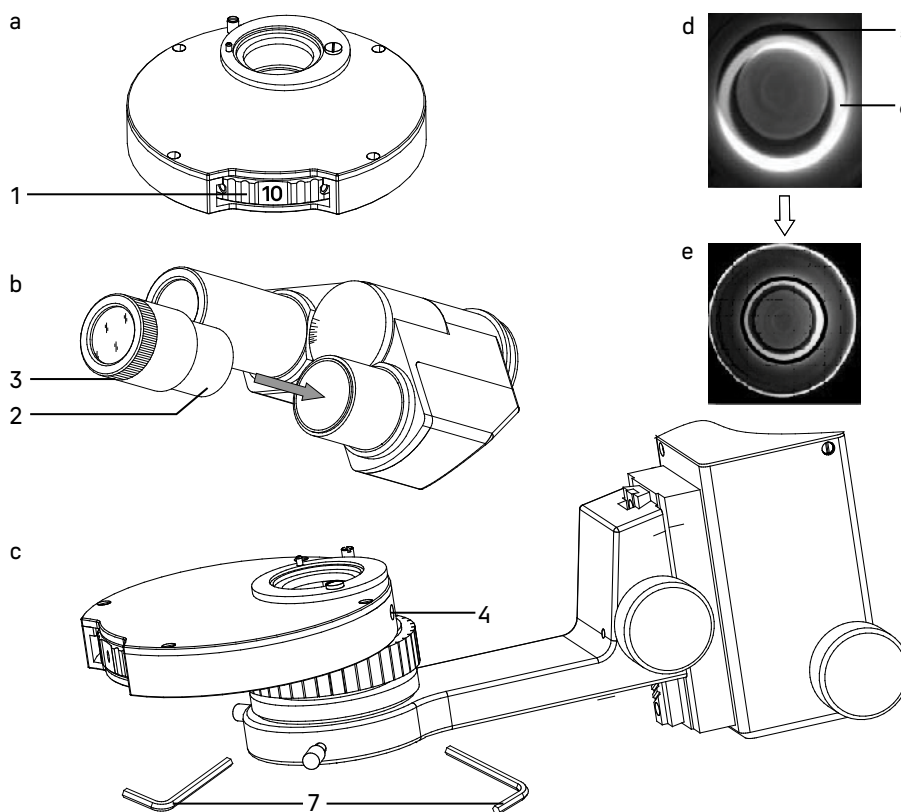

Рис. 23. Настройка фазово-контрастного устройства
1. Введите в ход лучей фазовый объектив 10x из комплекта микроскопа. Введите в ход лучей соответствующее фазовое кольцо конденсора – поверните диск 1 конденсора так, чтобы в окошке появилась цифра «10» (рис. 23а). Отрегулируйте высоту конденсора так, как показано на рис. 7.
5. В режиме работы по методу фазового контраста кольца 5 и 6 должны совпадать. Если они не совпадают, нужно отцентрировать кольцо диафрагмы при помощи винтов 4, которые регулируются ключами-шестигранниками 7. Изображение должно соответствовать рис. 23е.